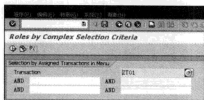

图14-35 按事务代码查询权限界面
STEP 1 选择“Roles→By Transaction Assignment”选项，然后单击“”按钮，进入按事务代码查询权限界面，如图14-35所示。